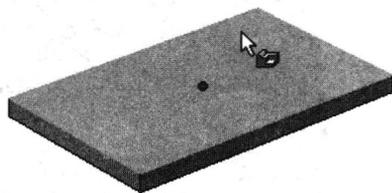
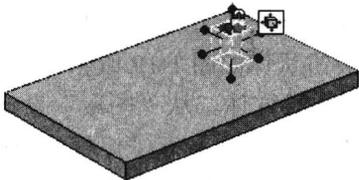
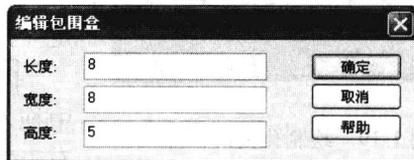

图 1-12 放置孔类圆柱体
图 1-13 孔类圆柱体的包围盒及手柄
图 1-14 “编辑包围盒”对话框 2
**Step7** 绘制第一个孔类圆柱体。从“图素”设计元素库中拖入“孔类圆柱体”元素, 放置于厚板上的合适位置, 如图 1-12 所示; 在孔上显示包围盒及其手柄, 如图 1-13 所示; 右击包围盒的任意一个手柄, 在弹出的快捷菜单中选择“编辑包围盒”选项, 弹出“编辑包围盒”对话框; 设置“长度”为 8、“宽度”为 8、“高度”为 5, 如图 1-14 所示; 单击“确定”按钮, 得到第一个孔类圆柱体。